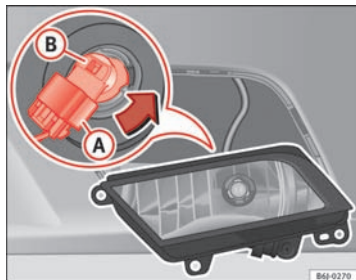

Fig. 142 Tågeforlygte
- Træk stikket ⇒ Fig. 142 (A) af pæren.
- Drej pæreholderen ⇒ Fig. 142 (B) mod venstre, og træk i den.